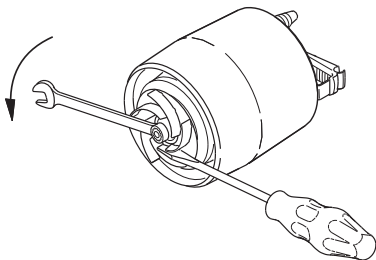

Fig. 13 Sådan afmonteres løberen
- Skru møtrikken (nøglevidde 13 mm) på motorakselen af. Brug en skruetrækker til at forhindre at løberen drejer rundt. Se fig. 13.